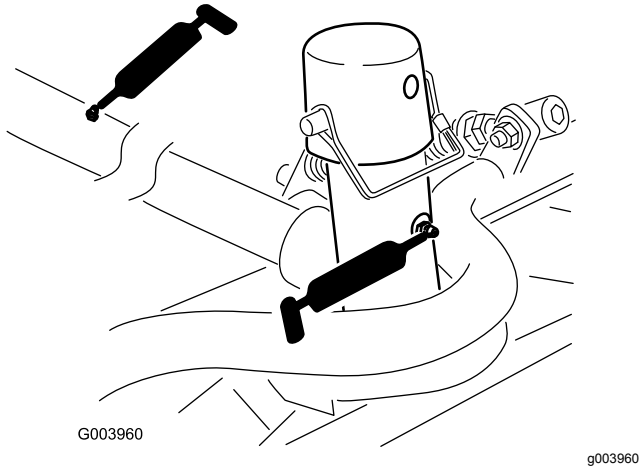

Figure 66
- Bâti porteur de plateau de coupe et pivot (x 2) (Figure 66)